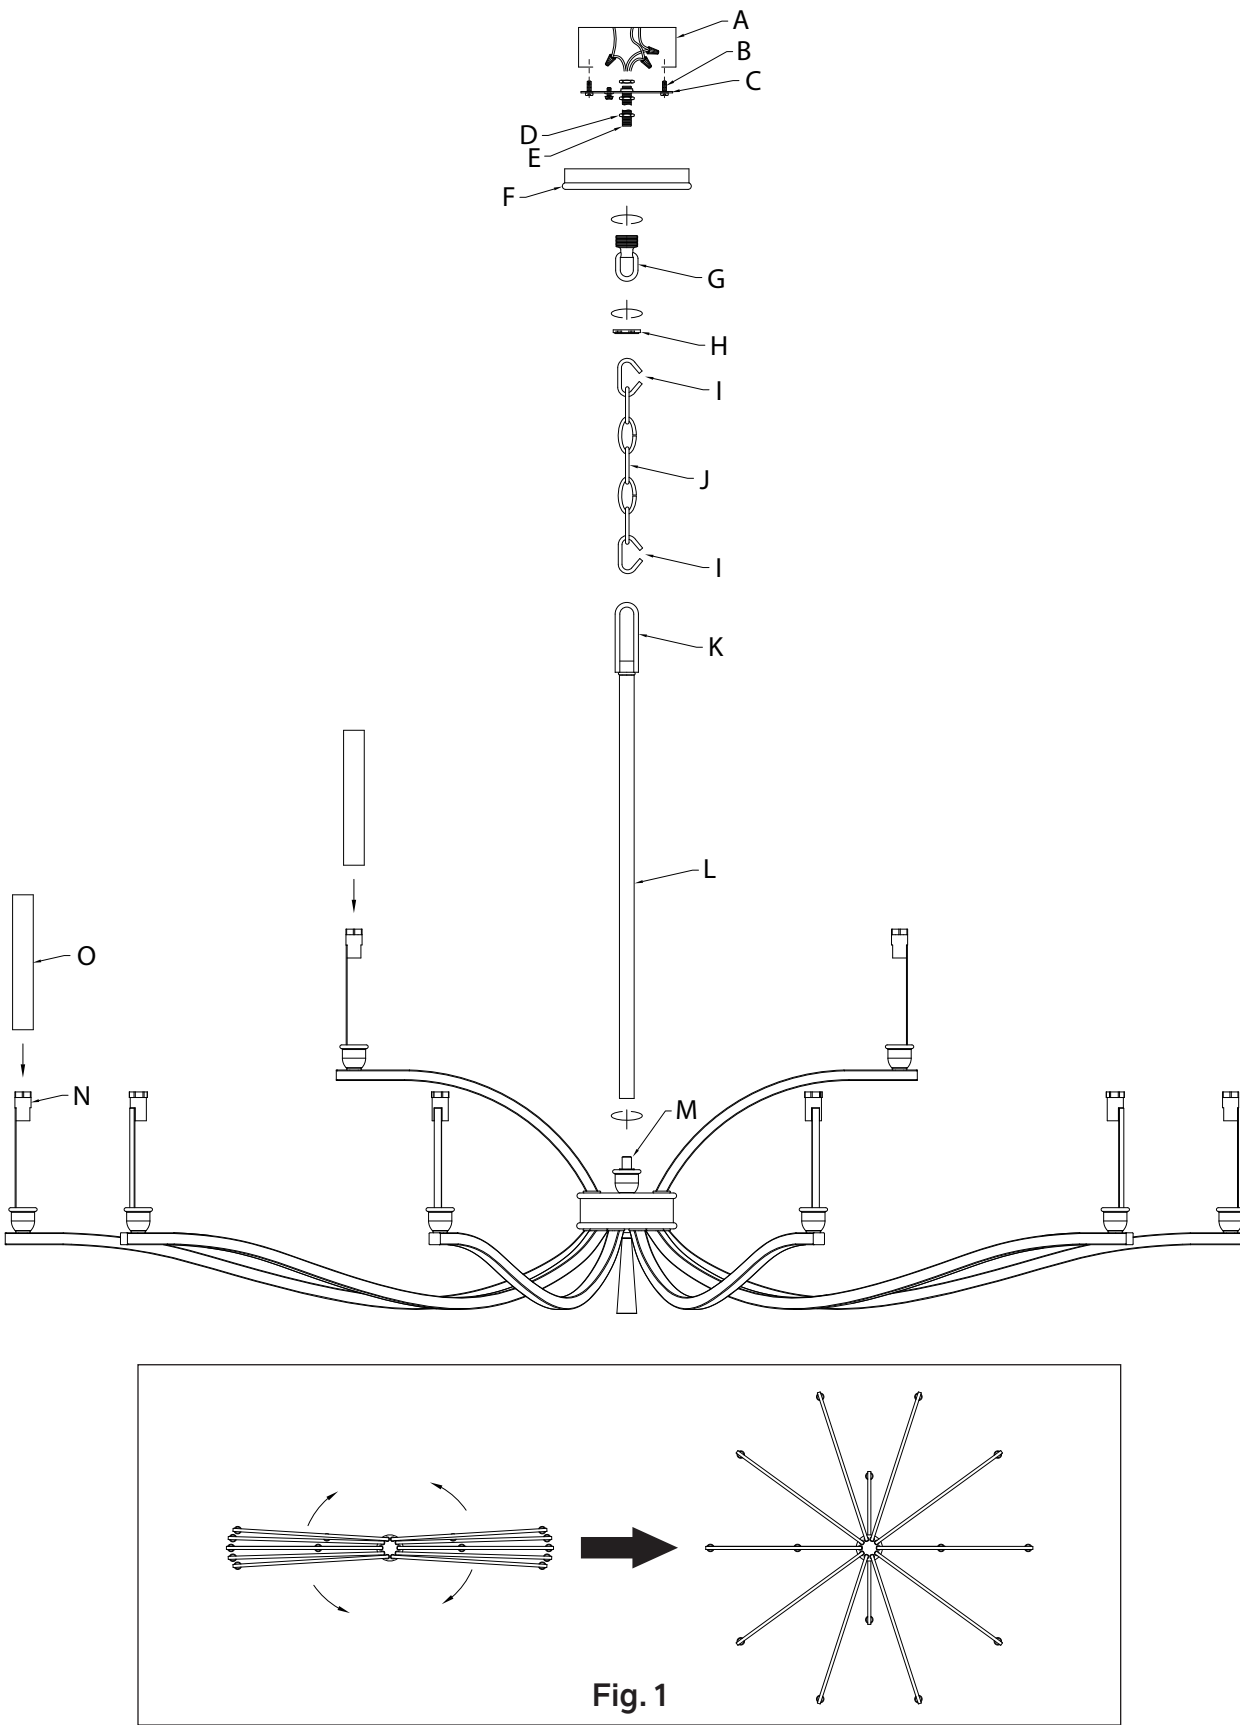

Fig. 1
- Rotate fixture arms into position as shown (Fig. 1).
1. Faites tourner les bras du luminaire pour les placer en position (voir Fig. 1).
1. Gire los brazos del artefacto hasta la posición indicada (Fig. 1).